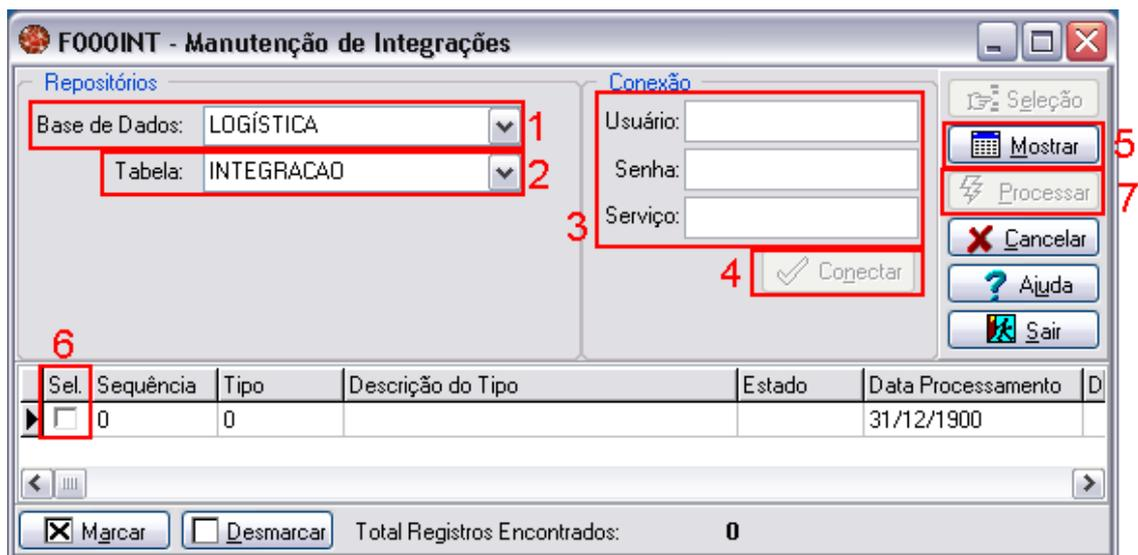

Figura 11
Para efetuar Manutenção dos Processos Automáticos siga o seguinte caminho no Sapiens - Cadastros > Integrações > Manutenção de Integrações (tela F000INT) (figura 11), Nesta tela no campo “Base de Dados:” deverá ser escolhida a opção LOGÍSTICA (1), neste momento deverão ser exibidas mais algumas opções na tela. Após isto no campo “Tabela:” deve ser escolhida a opção INTEGRAÇÃO (2), feito isto se deverá preencher os campos de conexão “Usuário”, “Senha” e “Serviço” (3) e pressionar “Conectar” (4) para conectar a base, e “Mostrar” (5) para mostrar os erros gerados na integração. Para selecionar os itens que devem voltar para o Sapiens, marque os (6) e pressione “Processar” (7), a partir deste momento o registro que possuía erro estará liberado para que seja corrigido e reintegrado.